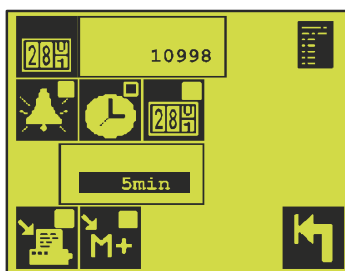

Fig. 9. Menu di impostazione dell'acquisizione dei dati.
Per impostare il contacicli, premere  (vedere Fig. 9 on page 28) ed inserire il valore del contacicli. Il contacicli di CMV-2 può quindi essere sincronizzato con l'eventuale contacicli della confezionatrice.
1. Selezionando  (vedere Fig. 9 on page 28), i dati vengono memorizzati/stampati soltanto se vengono superati uno o più limiti di allarme.
2. Selezionando  o  (vedere Fig. 9 on page 28), i dati di misurazione vengono memorizzati all'intervallo indicato nella casella immediatamente al di sotto di queste icone. Al termine dell'intervallo, il valore medio delle misurazioni di O2 e CO2 viene calcolato e memorizzato/stampato come singola misurazione.
Per attivare/disattivare l'invio dei dati alla stampante, premere il tasto  (vedere Fig. 9 on page 28).
Per attivare/disattivare la memorizzazione dei dati, premere il tasto  (vedere Fig. 9 on page 28).